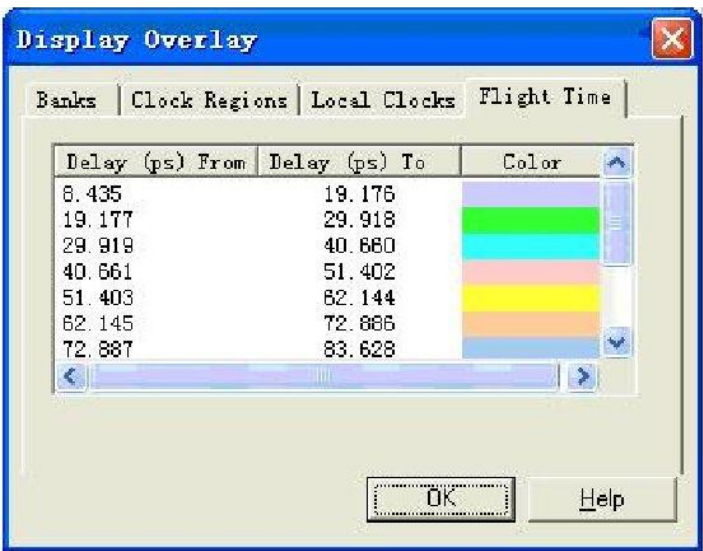

图 4-84 FPGA 引脚之间的传输延迟分类列表
- (1) 打开 PACE 软件，选择“IOB”菜单下面的“Show Flight Times”命令，启动时延分析功能。
- (2) 选择“Tools”菜单下面的“Display Overlay”命令，则会弹出延迟对话框，用不同的颜色表明不同的时延，如图 4-84 所示。该窗口只是信息输出窗口，不能操作，点击“OK”按钮即可。